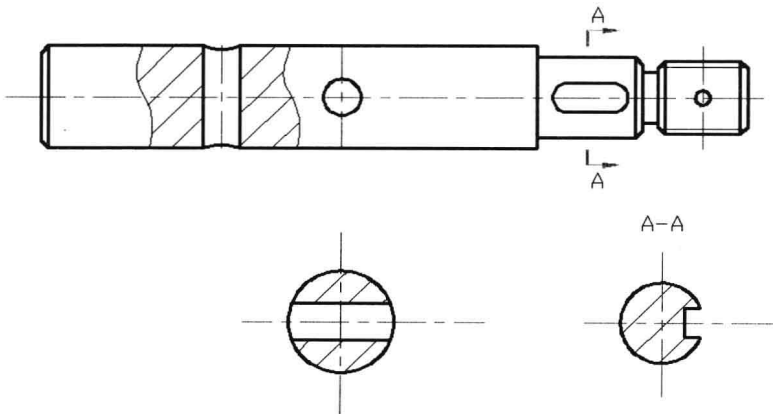

图 5-4-5
(6) 单击“添加: 拾取点”按钮, 暂时关闭对话框, 在断面图和局部剖视图内部单击, 按 Enter 键, 单击“确定”按钮, 填充效果如图 5-4-5 所示。